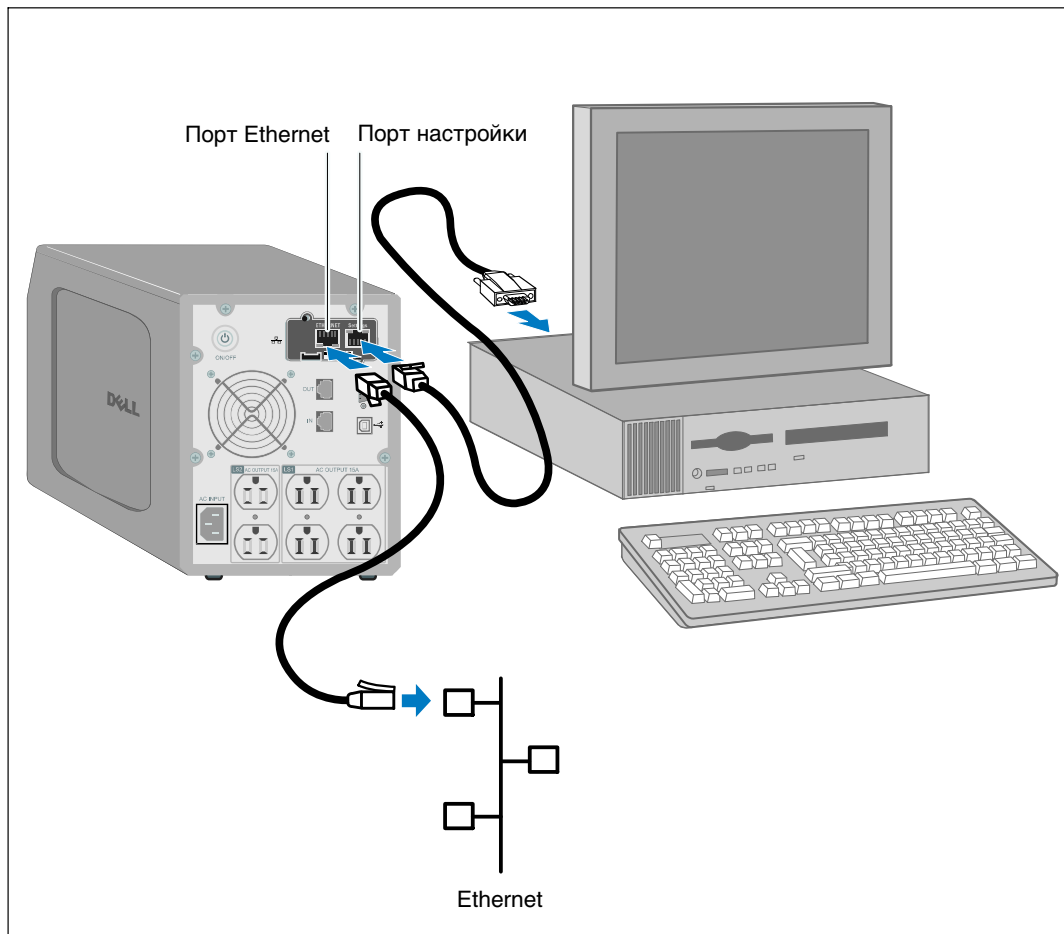

Рисунок 5. Подключение карты
- 3 Подключите активный кабель Ethernet (в комплект поставки не входит) к порту Ethernet на карте сетевого управления Dell (см. Рисунок 5).